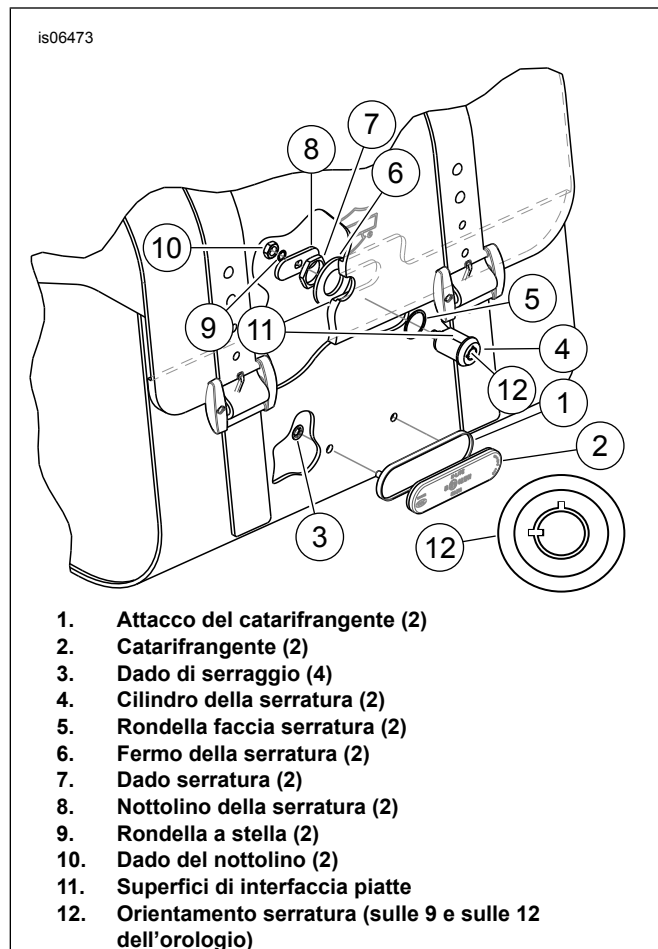

Figura 7. Installazione dei gruppi di catarifrangenti e della serratura
1. Vedere Figura 7. Posizionare l'attacco del catarifrangente (1) al centro della borsa portapacchi.
3. Pulire la superficie dell'attacco del catarifrangente (1) con acqua e sapone o con una miscela al 50-70 % di alcol isopropilico e al 30-50 % di acqua distillata. Attendere che si asciughi completamente.
4. Rimuovere il rivestimento dalla parte posteriore adesiva del catarifrangente (2). Collocare con cautela il catarifrangente al relativo attacco e premere con decisione al suo posto. Tenere fermo il catarifrangente in posizione con una pressione costante per almeno un minuto.
6. Installare l'attacco del catarifrangente (1) sulla borsa portapacchi, utilizzando due dadi di serraggio (3). I dadi di serraggio sono installati dall'interno della borsa portapacchi.
3. Vedere Figura 7. Collocare la rondella faccia serratura (5) sul cilindro della serratura (4).
4. Orientare il cilindro della serratura in modo che le tacche della faccia (12) siano orientate sulle posizioni delle 12 e delle 9 dell'orologio. Inserire il cilindro della serratura attraverso il foro nel coperchio della borsa portapacchi e far combaciare le superfici piatte (11) della serratura e del rivestimento in plastica del supporto del coperchio.
5. Installare il fermo della serratura (6) dalla parte interna del coperchio della borsa portapacchi e sul cilindro della serratura.
7. Installare il dado della serratura (7) dalla parte interna del coperchio ed inserire sul cilindro della serratura. Serrare a fondo.
8. Rimuovere il dado del nottolino (10) e la rondella a stella (9) dal cilindro della serratura (4) installato, accertandosi di NON rimuovere la rondella a camma dal retro del cilindro della serratura. SE la camma si stacca dal cilindro della serratura deve essere correttamente reinstallata in modo che la rotazione della chiave consenta la rimozione della chiave stessa sia nella posizione bloccata sia in quella non bloccata. La camma può essere installata in modo errato, per cui è necessario verificare l'orientamento prima dell'installazione del nottolino. SE non è possibile rimuovere la chiave in nessuna delle due posizioni di blocco, ribaltare la camma ed installare.
9. Installare il nottolino della serratura (8) sul perno filettato del cilindro della serratura insieme alla rondella a stella (9) e al dado del nottolino (10). Serrare a fondo il dado del nottolino.